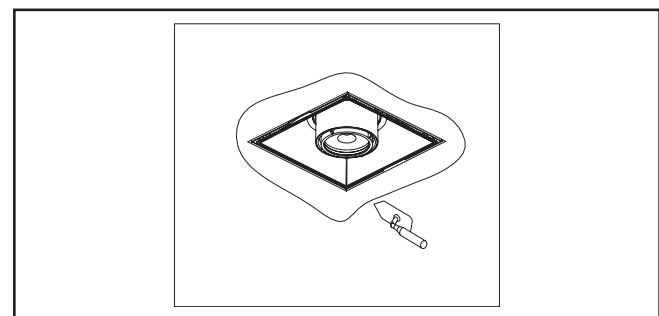

Figure 1.12.
8. Pour terminer, appliquez une quantité généreuse de pâte à joint sur la bride de la garniture. Plâtrez jusqu'à la garniture autour du bord du luminaire. (figure 1.12)